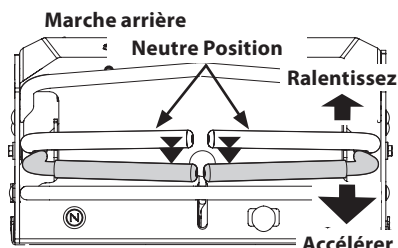

Fig. 13
1. Déplacez lentement et uniformément les deux leviers de contrôle vers l'arrière. La tondeuse commence à se déplacer en marche arrière (Fig. 13).